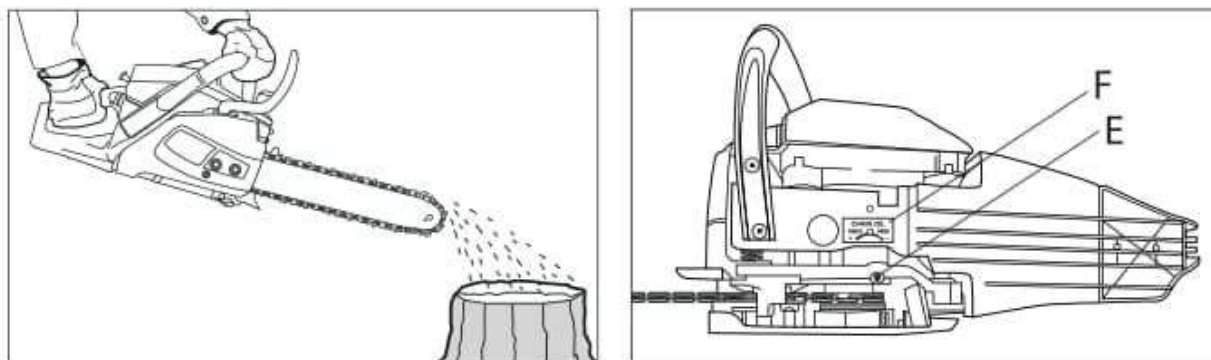

Рис. 13
4. Перед началом работы проверьте подачу масла: включите бензопилу и подержите ее над подходящей подстилкой. При достаточной смазке образуется легкий след от капель сбрасываемого масла (рис. 13). Объем подачи масла насосом можно корректировать винтом регулировки (E). Винт регулировки находится в нижней части пилы. Регулировать подачу масла необходимо в соответствии с маркировкой (F).